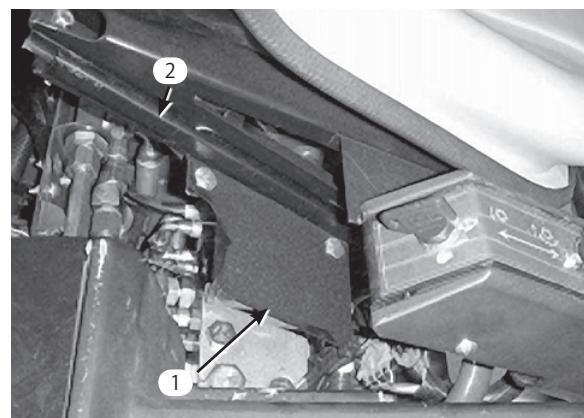

図7
7. シート・ベースの右側にバルブ・シールドを取り付ける。キャリッジ・ボルト(5/16 x 5/8 in)とナットを使用。シールドの位置は図7を参照。